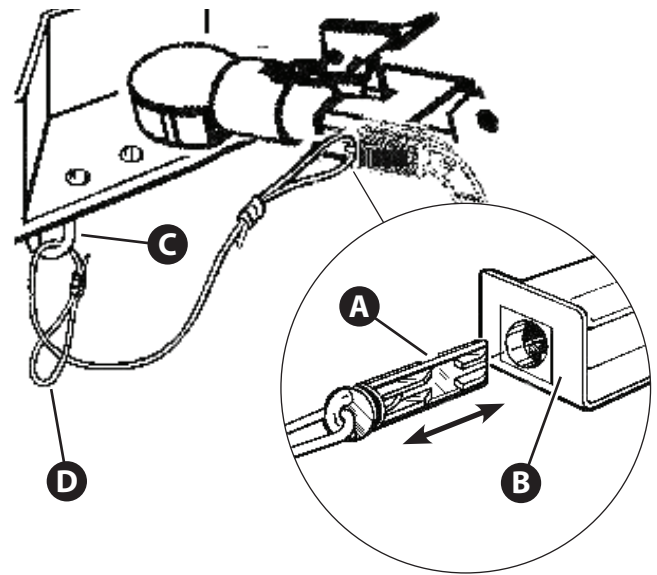

Figure 3.5
1. Tirer la goupille (A, Figure 3.5) hors de l'interrupteur du frein de décrochage (B).
3. Acheminer la goupille (C, Figure 3.5) puis à travers la boucle du câble de frein de décrochage (D).